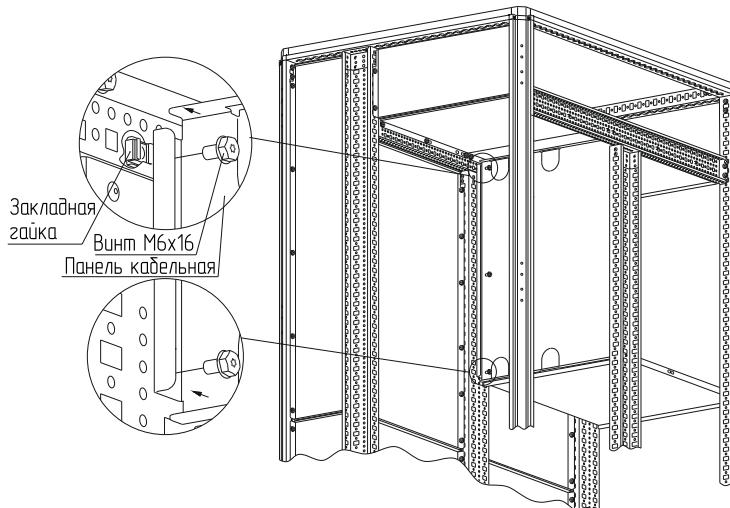

Рисунок 63
– вариант 1. Набором «закладная гайка M6 – винт M6×16 – шайба 6.4». Для этого предварительно установите закладные гайки в квадратные отверстия реек монтажных (рисунок 63) и стоек в места, соответствующие высоте и отверстиям панели, и закрепите панель винтами M6×12 с шайбой. Момент затяжки – 7 Н·м. Набор крепежа приобретается отдельно;